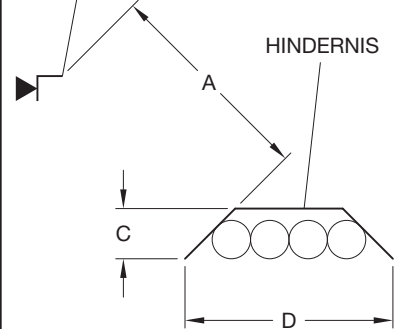

ABB. 6
Nicht durchgängig verlaufende hängende Hindernisse, wie Lüftungsgeräte oder Leuchten, fallen unter die „Viererregel“ (siehe Abb. 6). Das heißt, in einem Umkreis mit einem Radius von 1,5 m unterhalb der Sprühdüse muss der Abstand vom Sprühdüsen zum Hin-
dernis das Vierfache (4) der längsten Abmessung des Hindernisses betragen; maximal jedoch 1,5 m (5 ft. bzw. 60"). Die Einzelheiten entnehmen Sie bitte Abbildung 6. Innerhalb des ausgewiesenen Beaufschlagungsbereichs (schattiert) dürfen sich keine Hindernisse befinden. Große Hindernisse (z. B. Schilder) müssen parallel zur Sprühhichtung ausgerichtet und zwischen den Sprühdüsen platziert werden.
2. BEI HINDERNISSEN IN EINEM KREISRADIUS VON 1,5 M (5 FT.) UNTER DEM SPRÜHTELLER MUSS DER ABSTAND VOM SPRÜHTELLER ZUM HINDERNIS DAS 4-FACHE DER LÄNGSTEN ABMESSUNG DES HINDERNISSES BETRAGEN (SIEHE ABB. 6)